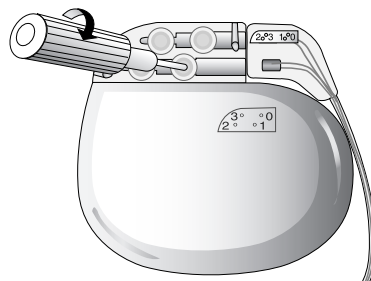

Abbildung 9. Die Schrauben im selbstdichtenden Dichtring durch Drehen im Uhrzeigersinn festziehen, bis der Drehmomentschlüssel zu klicken beginnt.
5. Den Drehmomentschlüssel vollständig in den selbstdichtenden Dichtring des Konnektorblocks einsetzen und die einzelnen Schrauben durch Drehen im Uhrzeigersinn festziehen, bis der Drehmomentschlüssel zu klicken beginnt (Abbildung 9).
Hinweis: Der Drehmomentschlüssel muss im selben Winkel verlaufen wie die Schraube (Abbildung 9).